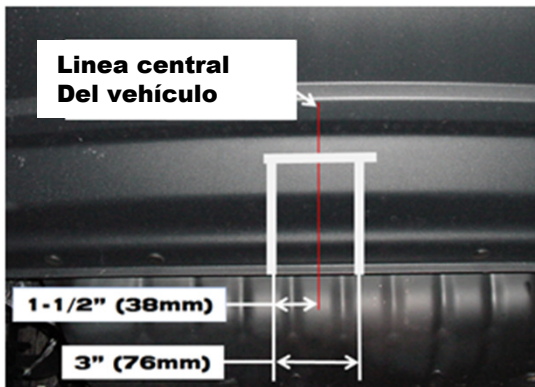
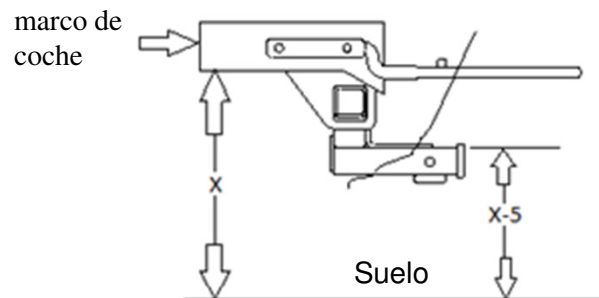

Figura 3
Figura 4
1. Si el vehículo tiene gancho de remolque opcional vea la Nota 1, arriba. Para el Compass Rallye vea la Nota 2 y Figura 2. Consulte con el propietario del vehículo. Para los modelos 2011 y posteriores de Jeep Patriot y Compass. Se requiere el recorte de la placa protectora para la instalación del enganche. Obtenga la aprobación del propietario del vehículo antes de cortar. Ver Figura 3 y Figura 4 para diagramas de recorte de la placa protectora.
** El modelo 2011 tiene un recorte vertical de la placa protectora de 2" (medido desde la base del reborde de la placa protectora). Marque la placa protectora con un marcador no permanente. Vuelva a confirmar la altura de corte de la placa protectora usando el procedimiento de la figura 4 y marque la altura desde el piso hasta la placa protectora. Recorte la más baja de las dos marcas.